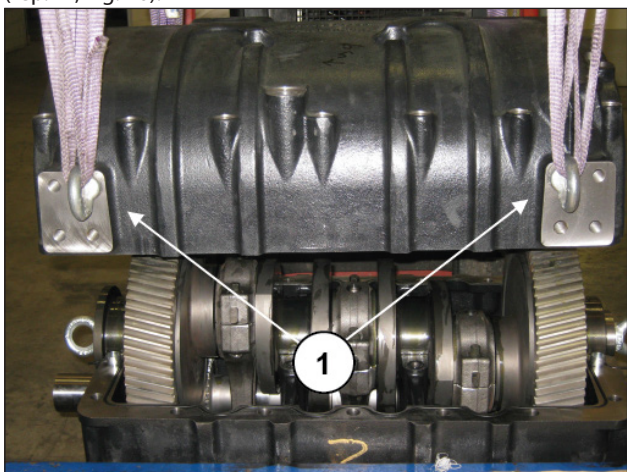

Fig. 26
Pour déposer le carter arrière démonter les pieds et utiliser quatre trous filetés M16 pour monter les œillets de levage (rep. ①, Fig. 26).